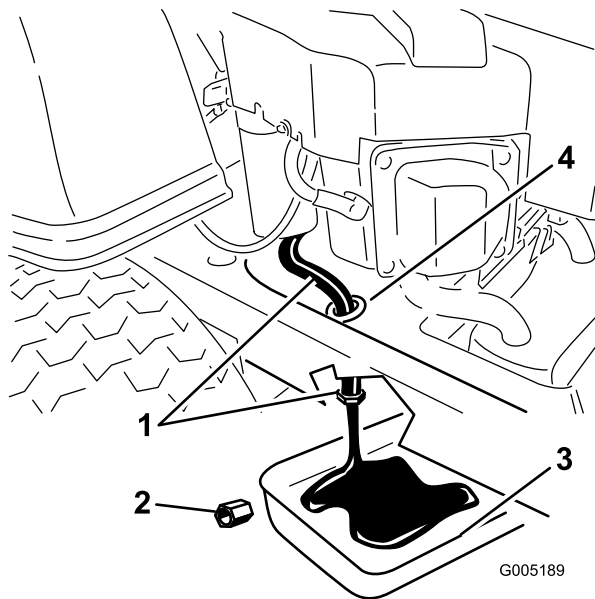

Figure 31
- Trouvez l'emplacement du flexible de vidange d'huile du côté gauche du moteur. Le bouchon de vidange est fixé à un flexible acheminé par un orifice de vidange jusqu'au châssis de la machine (Figure 31). Nettoyez autour du bouchon et du flexible de vidange d'huile.
- Placez un bac de vidange sous la machine, juste sous l'orifice de vidange du châssis, comme illustré à la Figure 31.
7. À l'aide de deux clés (l'une pour tenir le flexible de vidange d'huile et l'autre pour desserrer le bouchon), retirez le bouchon de vidange d'huile (Figure 31).
13. Lorsque la vidange est terminée, remplacez le bouchon de vidange. Serrez le bouchon à 14 Nm. Essuyez l'excédent d'huile (Figure 31).